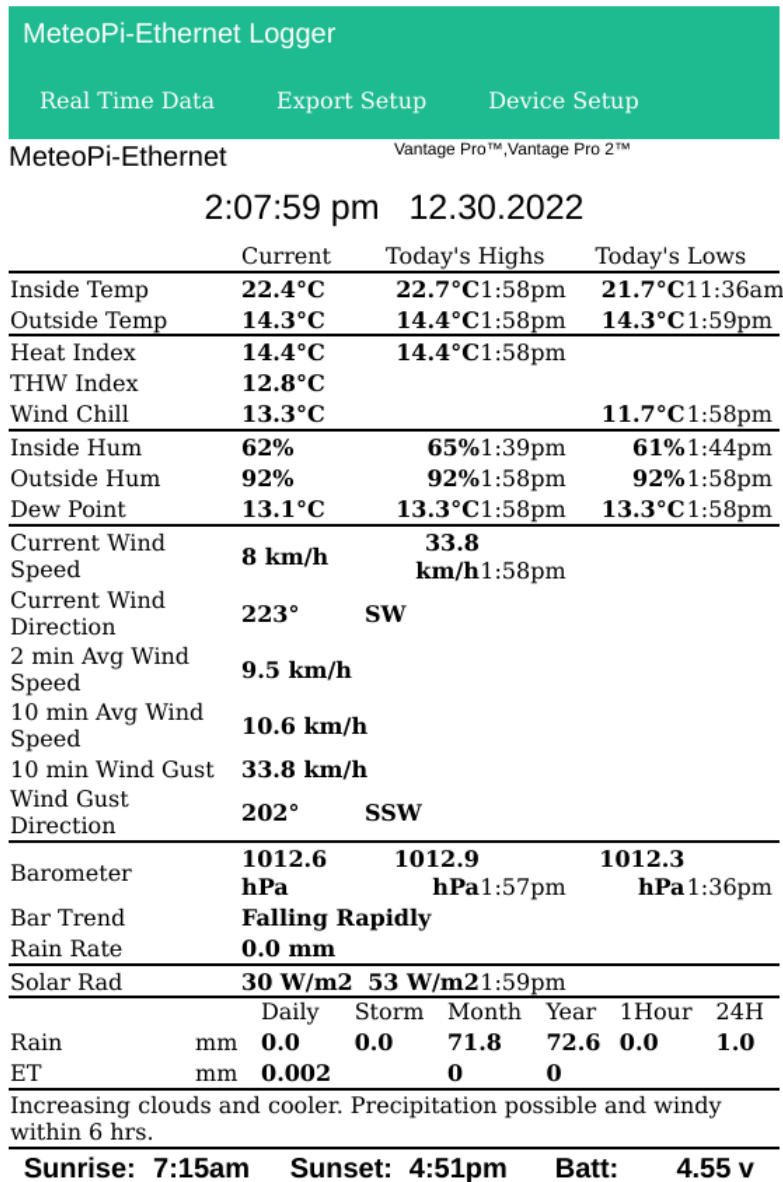

Figure 4 - Page des données en temps réel
**Real-time data** Cette page, présentée sur la figure 4 rafraîchie automatiquement à l'intervalle fixée dans la page *Device Setup* affiche les relevés en cours de la station. Il est possible de changer les unités et le format 12/24h de l'heure en cliquant sur les valeurs correspondantes.